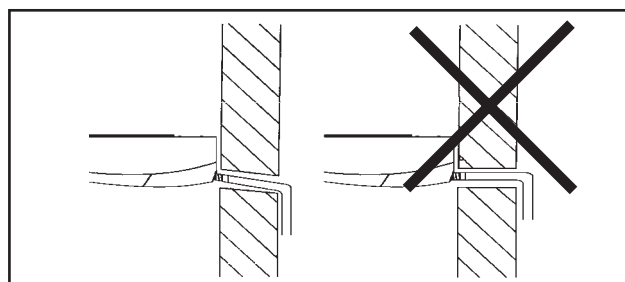

Figura 22 - Inclinação drenagem
- Assegure-se que a unidade esteja nivelada, com uma pequena inclinação para o lado da drenagem - aproximadamente 2° (figura 22).